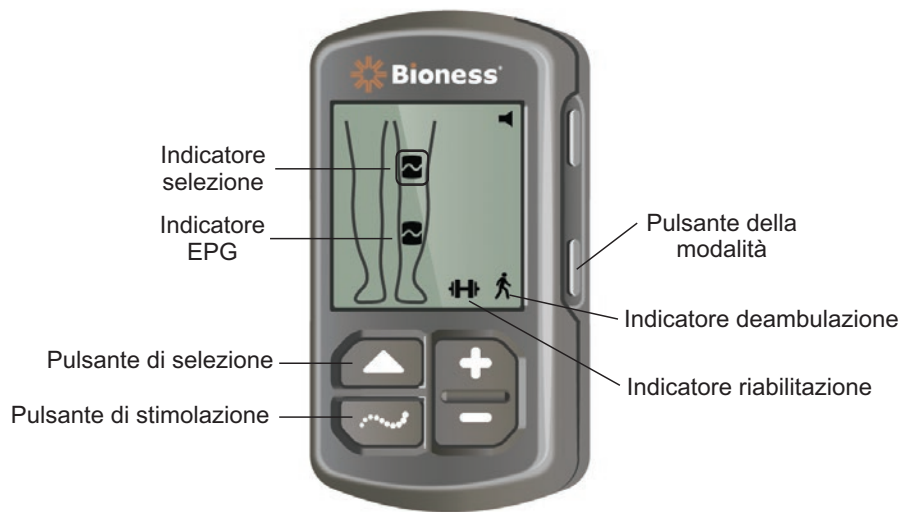

Figura 4-8: Selezione di una modalità operativa sull'unità di controllo
4. I pazienti che utilizzano sia il gambale per la parte inferiore della gamba sia il cosciale per coscia possono servirsi del pulsante di selezione sull'unità di controllo per alternare fra gli EPG o selezionarli entrambi (Figura 4-8).
5. Per selezionare la modalità deambulazione, tenere premuto il pulsante della modalità sull'unità di controllo finché nell'angolo inferiore destro del display digitale non viene visualizzata l'icona dell'indicatore di deambulazione (Figura 4-8).
6. Per selezionare la modalità riabilitazione, tenere premuto il pulsante della modalità sull'unità di controllo finché nell'angolo inferiore destro del display digitale non viene visualizzata l'icona dell'indicatore di riabilitazione (Figura 4-8).
3. Per interrompere la stimolazione, premere il pulsante di stimolazione sull'unità di controllo (Figura 4-8).